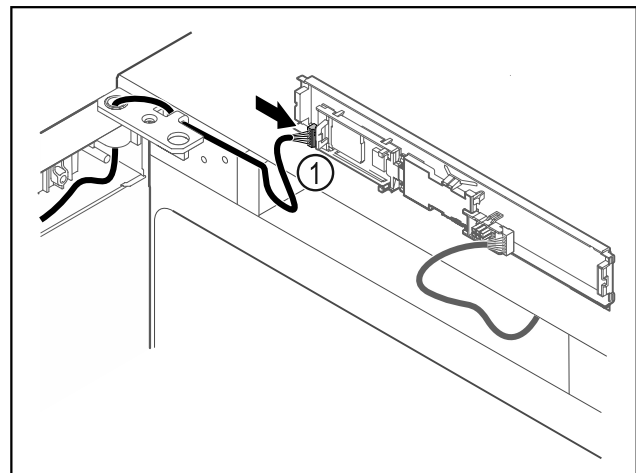

Fig. 64
- Brancher le connecteur Fig. 64 (1) sur la platine.